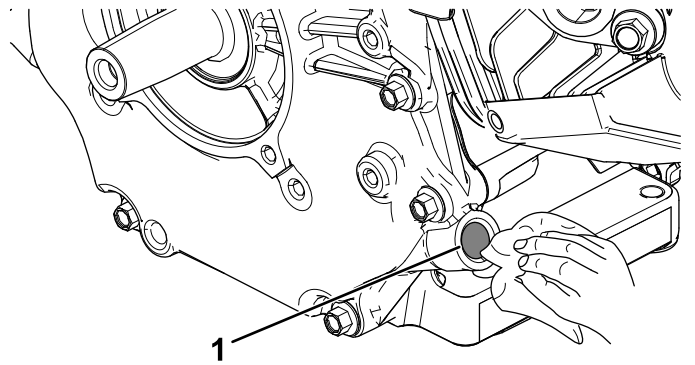

Figura 7
3. Pulite accuratamente l'apertura del tubo dell'asta di livello dove verrà installato il tubo (Figura 7).